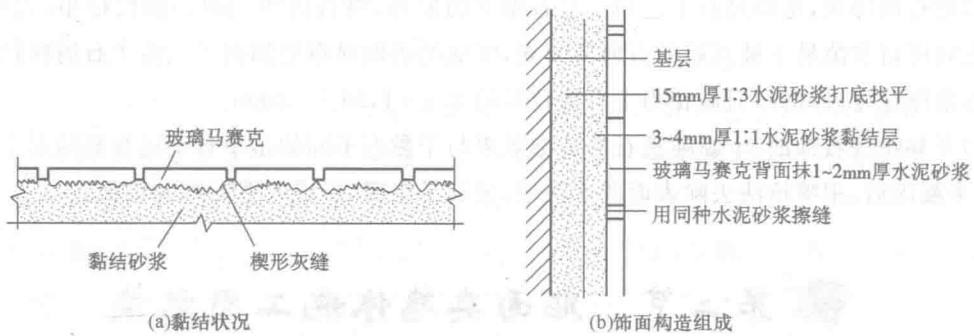

图 1-5 玻璃锦砖饰面实例
(1) 玻璃锦砖饰面实例如图 1-5 所示。
(2) 玻璃锦砖饰面实例讲解。